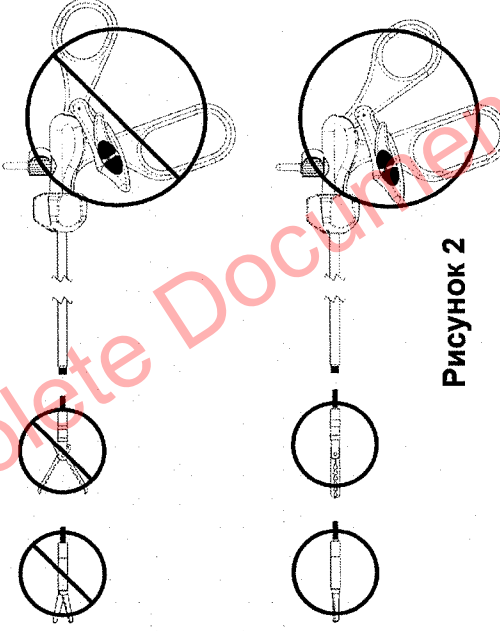

РИСУНОК 2
- Осторожно сближайте лезвия или губы указательным и большим пальцами до полного смыкания (рисунок 2).